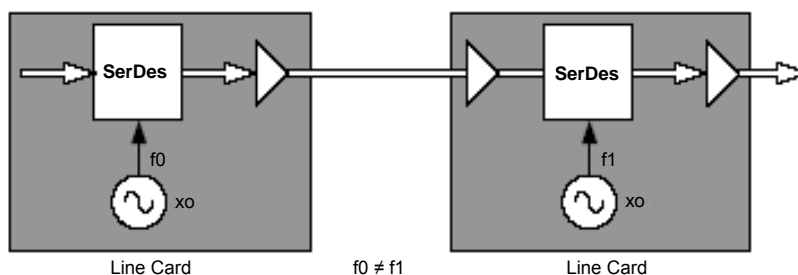

Abbildung 1. Beispiel für die asynchrone Taktung
Die einfachste Taktquelle ist ein Oszillator (XO). Dieser generiert eine Ausgangsfrequenz für jeweils eine Komponente. XOs kommen häufig in asynchronen Anwendungen zum Einsatz (siehe Abbildung 1). Jeder Oszillator gibt eine lokale Referenzfrequenz zur Verwaltung von zwei unabhängigen Taktgeberdomänen vor. Für den Systembetrieb sind zwar nah beieinanderliegende, jedoch keine identischen XO-Frequenzen erforderlich. Diese Architektur eignet sich ideal für Traffic-Anwendungen im Burst-Modus. Um Über- oder Unterlaufbedingungen zu vermeiden, muss zur Gewährleistung einer kontinuierlichen Kommunikation ein Bit- oder Packet-Stuffing sowie FIFO-Management erfolgen. Videoverarbeitungsgeräte und 10/100/1000BaseT-Ethernetgeräte sind Beispiele für Anwendungen auf Basis der asynchronen Taktung. Die Auswahl des XO sollte sich nach den Frequenz-, Jitter- und Stabilitätsanforderungen der Endanwendung richten.